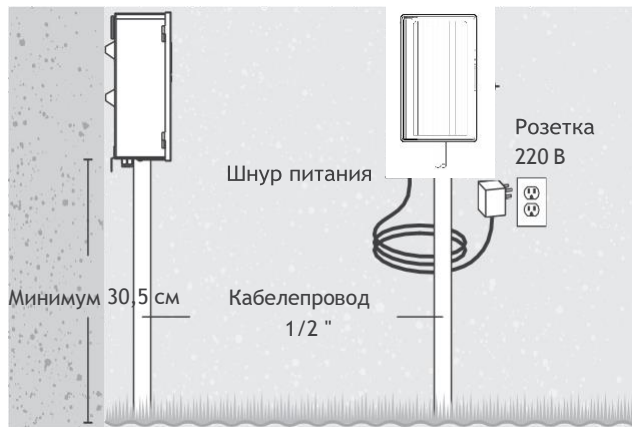

Рис. 1. Монтаж LUMMONDO на стойке
2. Следуйте инструкциями для настенной установки (см. рис. 1 на стр. 6), но не используйте при этом дюбели.